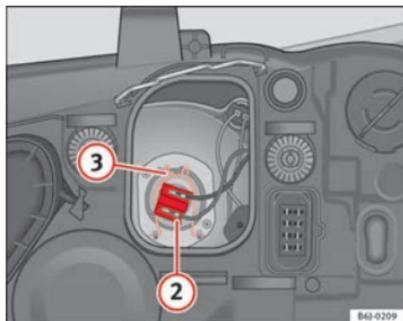

Fig. 152 Luz de cruce
- Extraiga el conector ⇒ fig. 152 ② de la lámpara.
- Desenganche el resorte retentor ⇒ fig. 152 ③ presionándolo hacia dentro y a la derecha.